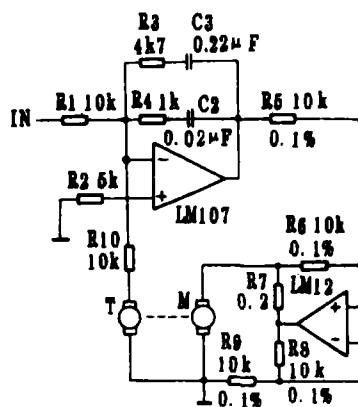

图 7
5. 伺服放大器 见图7, 这是一个电机/转速表的伺服系统, 该电路使电机转速与输入电压成比例。